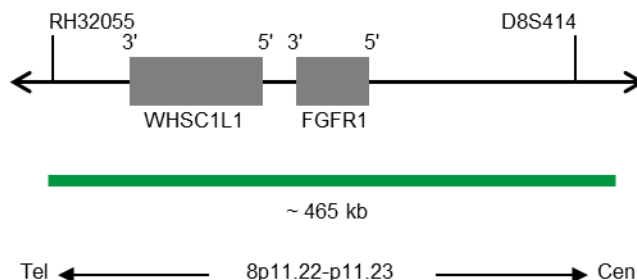

Abb. 1: SPEC FGFR1 Sondenlokalisierung (nicht maßstabsgetreu)
- ZyGreen (Anregung 503 nm/Emission 528 nm) markierten Polynukleotiden (~10 ng/μl), die gegen Sequenzen in 8p11.22-p11.23* (chr8:38,063,906-38,527,745) gerichtet sind, welche die FGFR1-Genregion enthalten (siehe Abb. 1).